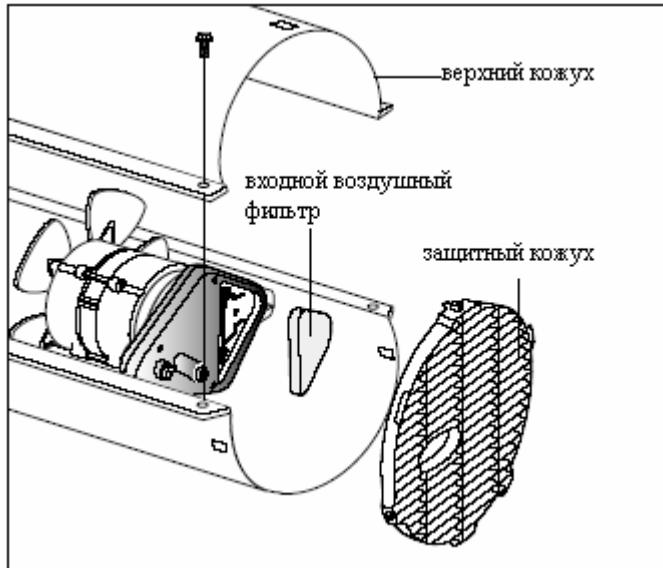

Рис. 6 Снятие верхней части кожуха
1. Снимите верхнюю часть кожуха (см. рис.. 6)